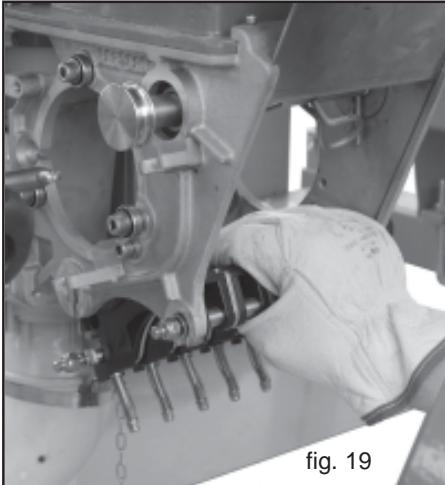
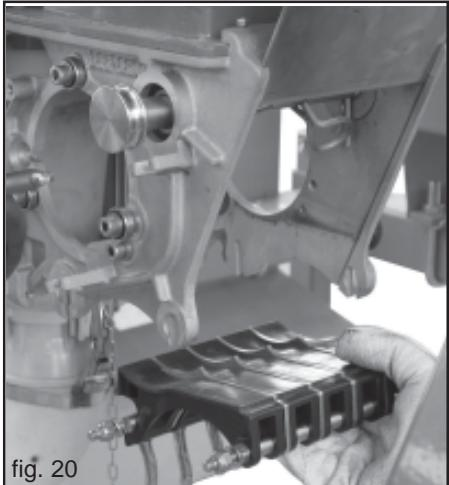

fig. 19
fig. 20
- 3) Estrarre il gruppo dei tastatori dalla parte posteriore (Fig. 19), e successivamente estrarre la parte anteriore (Fig. 20).